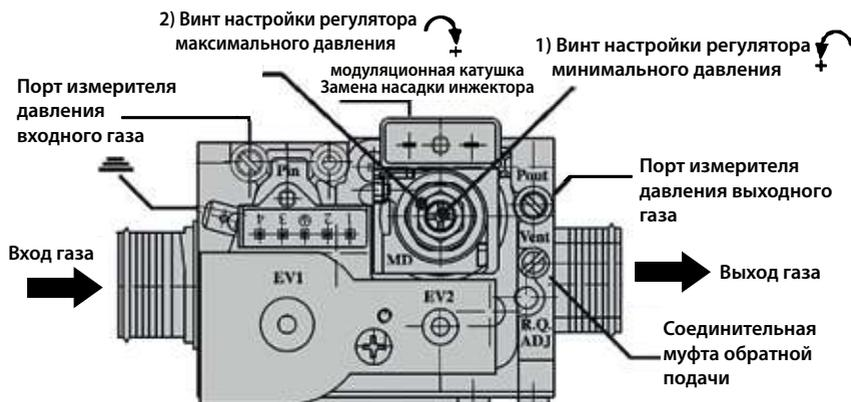

Рис. 24
- В отверстие ($\varnothing 9$ мм) измерителя давления газа на выходе, установить манометр U (Рис. 24),
- Сняв защитный колпачок с регулировочного винта, показывающего максимальное давление газа, обозначенном под номером "2" на рис. 24, медленно повернуть винт по часовой стрелке для увеличения подачи газа на горелку, против часовой стрелки – для уменьшения.
- В отверстие ($\varnothing 9$ мм) устройства для измерения давления газа на выходе, установить манометр U (Рис. 24).
- Регулировочный винт регулятора минимального давления, показанного на рис. 24 под номером "1", повернуть по часовой стрелке для уменьшения подачи газа и против часовой